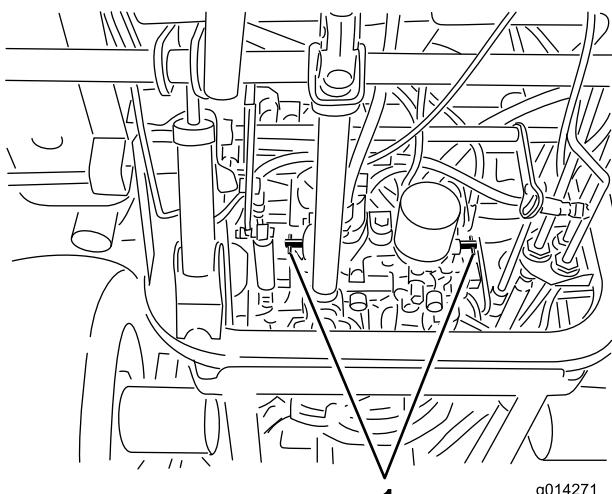

Рисунок 34
4. Поверните каждый перепускной клапан на 1 оборот против часовой стрелки (Рисунок 34).
Поверните каждый перепускной клапан на 1 оборот по часовой стрелке и затяните клапаны от руки (момент затяжки примерно 8 Н·м) (Рисунок 34).